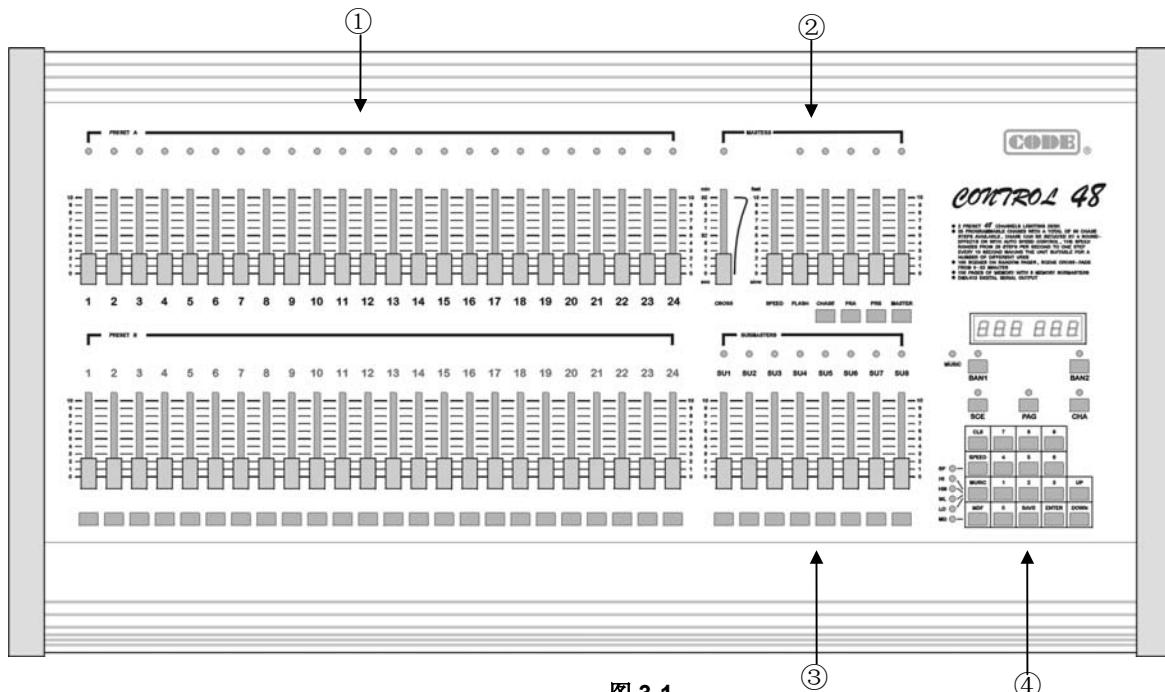

图 3-1
**CODE Control 48** 电脑调光控制台的面板可分为 4 个部分，请见图 3-1。